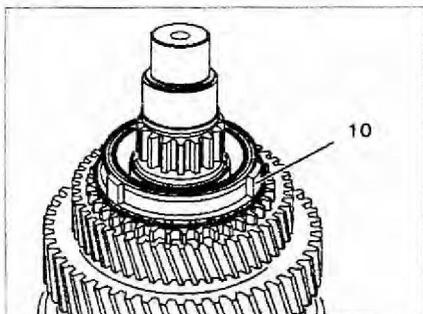

Рис. 4.26. Снимите конусное кольцо 10 синхронизатора.
6. Снимите конусное кольцо 10 синхронизатора (рис. 4.26).